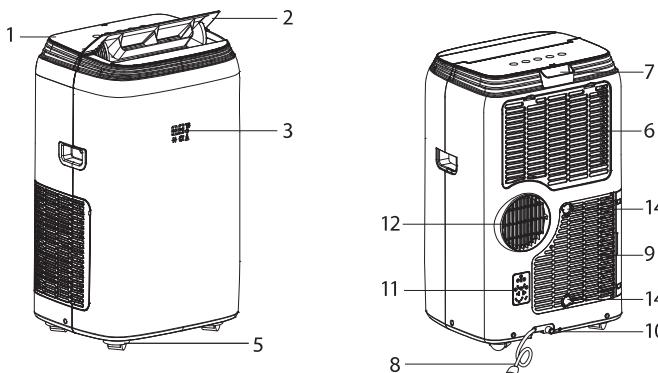

Рис. 1
Модели BPHS-08H, BPHS-11H, BPHS-13H, BPHS-15H (рис. 1)
* В режиме осушения при высоком уровне влажности, конденсат (вода) может скапливаться в поддоне для сбора конденсата.. Для того, чтобы периодически не удалять конденсат через отверстие (п.8 рис. 1) можно подсоединить шланг для постоянного отвода конденсата (п.10 рис. 1). Через шланг конденсат (вода) будет постоянно сливаться в дренаж (специальную емкость либо канализацию).